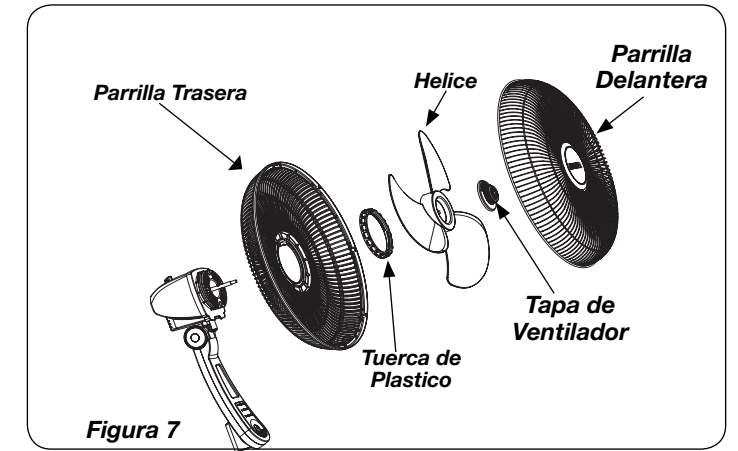

Figura 7
1. Asiente la **Parrilla Trasera** y sujetela con la **Tuerca de Plástico** hacia la Derecha. Deslice la **Helice** en el Eje del **Motor**. (*Figura 7*) Alinear la **Ranura Del Cubo** de la tapa con el **Pasador** del eje del motor. (*Figura 7A*)